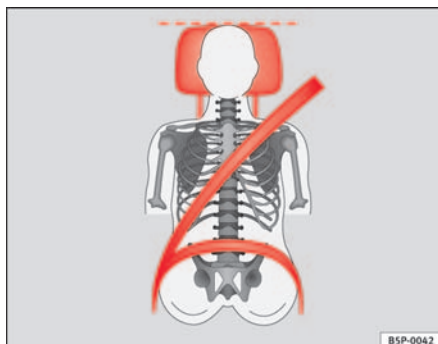
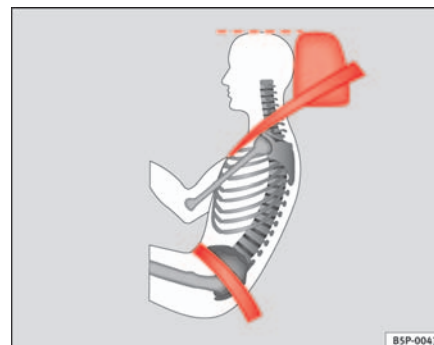

Abb. 71 Von vorne betrachtet: richtig eingestellte Kopfstütze und korrekter Gurtbandverlauf
Abb. 72 Von der Seite betrachtet: richtig eingestellte Kopfstütze und korrekter Gurtbandverlauf
- Stellen Sie die Kopfstützen so ein, dass sich die Oberkante der Kopfstütze möglichst auf einer Linie mit dem oberen Teil Ihres Kopfes, bzw. mindestens auf Augenhöhe befindet ⇒ **Abb. 71** und ⇒ **Abb. 72**.